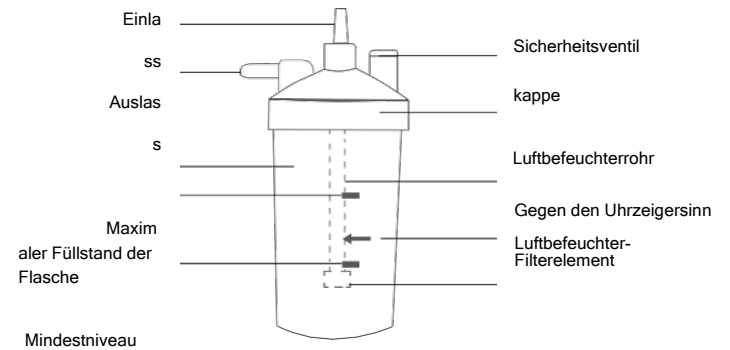

Abbildung 5: Komponenten des Luftbefeuchters
1. Schrauben Sie die Flasche gegen den Uhrzeigersinn vom Luftbefeuchter ab. Füllen Sie die Flasche bis zum Füllstand zwischen MAXIMUM und MINIMUM mit reinem Wasser (oder destilliertem Wasser). Füllen Sie die Luftbefeuchterflasche nicht über den MAXIMALEN Füllstand hinaus. (Abbildung 5)